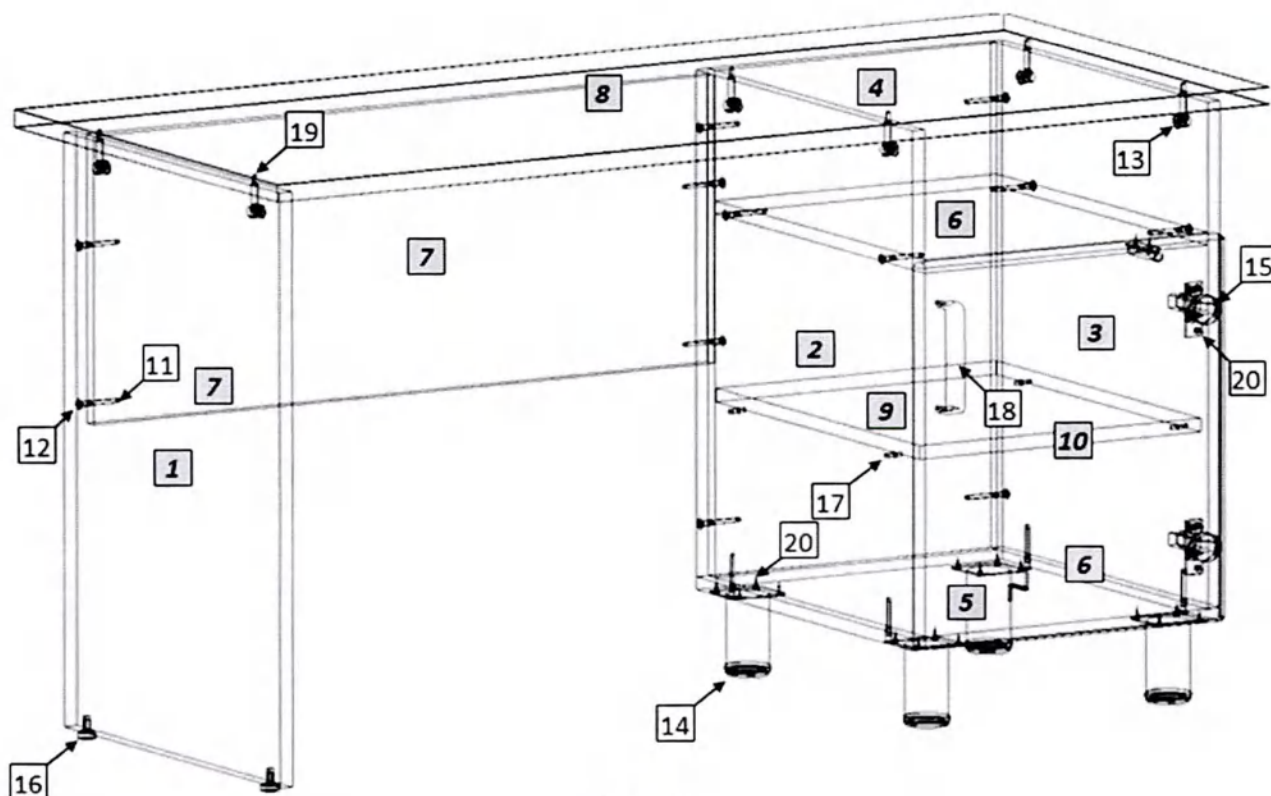

Рис. 1
1. Внимательно ознакомьтесь со схемой сборки, изображённой на рис. 1, сверяясь со спецификацией на изделие. Согласно схеме и спецификации определите расположение деталей в изделии и порядок их сборки. Сборка производится на ровном полу, укрытом материалом, предотвращающим повреждение покрытия пола и деталей мебели. Подготовьте необходимые для сборки инструменты – плоскую и крестовую отвёртки, молоток, рулетку или линейку.
2. На вертикальной боковой стенке стола (1) установите подпятники (19). На вертикальных боковых стенках (1,2,3) установите цилиндрические части (22) эксцентриковых стяжек в предназначенные для них отверстия. На крышке стола (7) установите штоки эксцентриковых стяжек (22). На боковых стенках (2,3) шурупами 4×16 (23) закрепите направляющие (17).
3. Евровинтами (14), как показано на рис. 1, соедините боковые стенки стола (1,2,3) с вертикальными стенками (4,6) и горизонтальной стенкой (5). Шурупами 4×16 (23) закрепите регулируемые опоры (18). Установите крышку (7). Затяжка соединения производится путём поворота эксцентриков до упора в направлении стрелки, выштампованной на корпусе стяжки. На видимые головки евровинтов и эксцентриков установите заглушки (15,16).
4. Сборка ящиков. Евровинтами (14) соедините боковые стенки ящика (8,9) с задней (10) и передней (11) стенками. Дно ящика (12) установите в пазы и закрепите к задней и передней стенке гвоздями (25), к боковым стенкам – уголками (21). Шурупами 4×16 (23) закрепите на боковых стенках ящика узкие части направляющих (17). Шурупами 3.5×30 (24) закрепите фасад (13) к передней стенке ящика (11). Установите ручку (20). Установите собранные ящики в корпус стола.